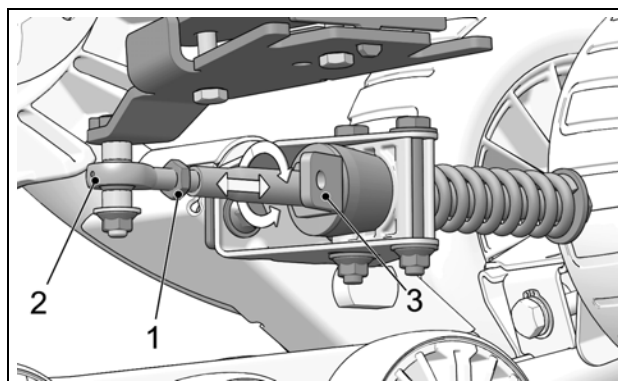

Figure 7
- Desserrer le contre-écrou (1) de l'embout à rotule. Ajuster la longueur de l'embout (2) en tournant le support de limiteur de conduite (3) au bras stabilisateur à l'aide d'une clé 30 mm [1 3/16 po] jusqu'à ce que la bulle du niveau soit parfaitement centrée. Voir la Figure 7.
*NOTE :* Aux systèmes avant, la partie pliée du support de limiteur de conduite (3) doit être positionnée vers l'intérieur du véhicule.